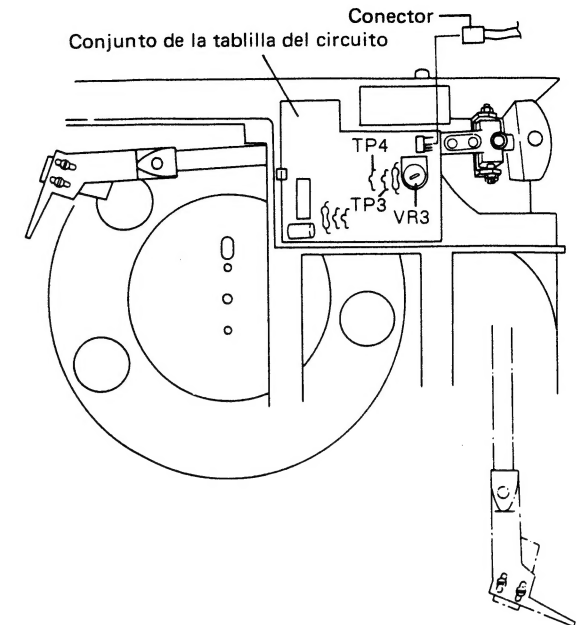
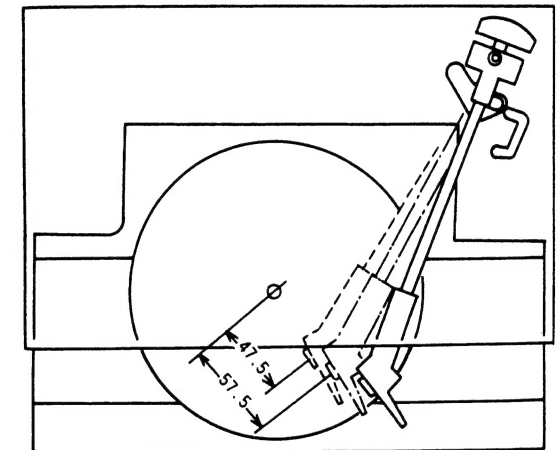

Fig. 12-3 Ajuste 1 del sensor de finalización
Fig. 12-4 Ajuste 2 del sensor de finalización
2. Con el aparato en el modo de reproducción, desconectar el interruptor de la alimentación. Luego desconectar el conector (CN) del conjunto de la tablilla del circuito para cerciorarse de que el motor del mecanismo y el motor del giradiscos no se mueven.
3. Conectar un voltímetro de CC entre el TP3 y TP4 (GND) como se muestra en la Fig. 12-3. Conectar el interruptor de la alimentación y poner la aguja del brazo fonocaptor 47,5mm del eje central. Leer la tensión del voltímetro en esta posición (Fig. 12-4).